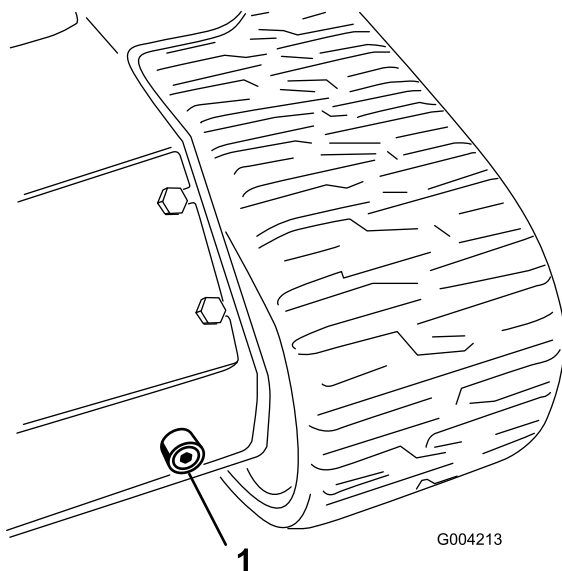

Figura 60
6. Coloque un recipiente grande (con capacidad para 56,8 litros) debajo del tapón de vaciado situado en la parte delantera de la unidad de tracción (Figura 60).
7. Retire el tapón de vaciado y deje fluir el aceite al recipiente (Figura 60).